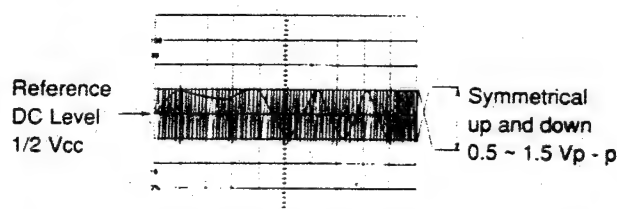

Figure 27-1
- \*1 Adjust to obtain vertically symmetrical waveform (Fig. 27-1) with respect to reference DC level. The reference level is 1/2Vcc. (Amplitude of 0.5 to 1.5 Vpp)
\*1 Agir dessus pour obtenir une forme d'onde verticalement symétrique (Fig. 27-1) conformément au niveau DC de référence(1/2 Vcc). L'amplitude entre 0,5 et 1,5 Vc-à-c.